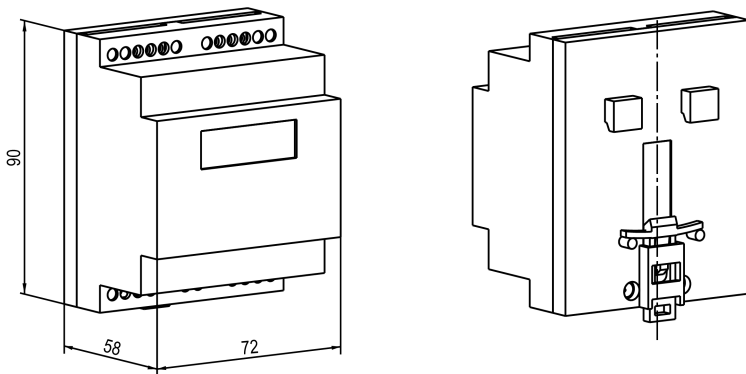

Рисунок 4.8 – Габаритные размеры корпуса Д
1. Подготовить место на DIN-рейке для установки прибора (см. *рисунок 4.8*).